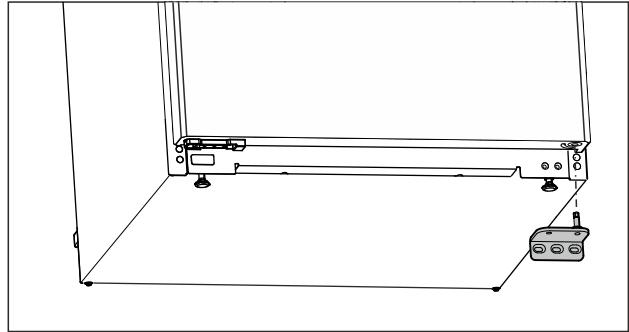

Fig. 16
- ▶ Hiqni nga poshtë bazamentin mbështetës. (shihni Fig. 16)